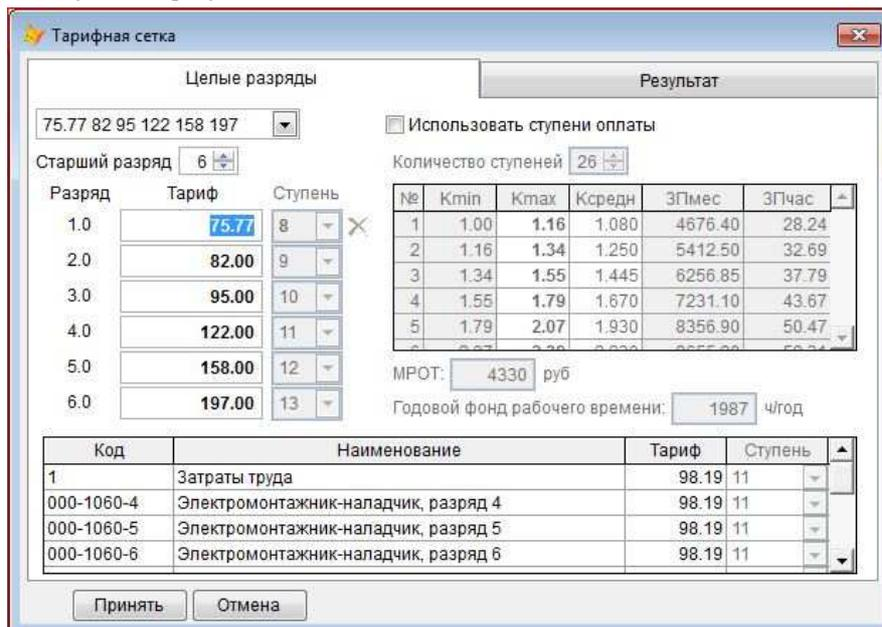

Рис. 1. Окно расчета тарифов оплаты труда рабочих
2. Для выполнения расчета оплаты труда рабочих для средних разрядов следует в ресурсной смете нажать кнопку , в результате появляется окно, показанное на Рис.1: